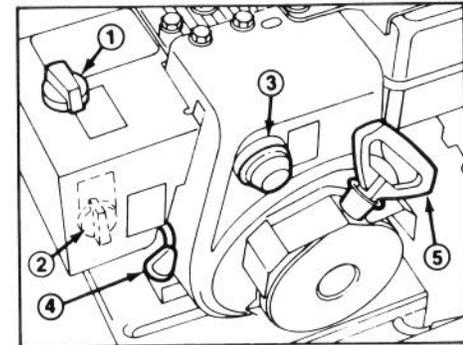

Figure 15
Commande des gaz (Fig. 15) — En tirant la manette vers le haut, vous augmenterez le régime du moteur.
Étrangleur (Fig. 15) — L'étrangleur pour le moteur est situé sur la boîte de chauffage. Pour mettre en marche un moteur froid, faites tourner l'étrangleur en position "PLEIN étrangleur". Au fur et à mesure que le moteur se réchauffe ramenez petit à petit la manette en position ARRÊT.
Amorceur (Fig. 15) — Appuyez sur l'amorceur qui projette une petite quantité d'essence dans le moteur pour faciliter la mise en marche par temps froid.
Démarreur à rappel (Fig. 15) — Le démarreur à rappel se trouve à l'arrière du moteur. Il suffit de le tirer pour mettre le moteur en marche.
A. Enlevez les vis Phillips et la vis à tête hexagonale qui maintiennent la boîte de chauffage en place. Tirez sur le bouton de l'étrangleur pour l'enlever de la tige (Fig 15).
2. Mettez la commande des gaz en position RAPIDE (fast) (Fig. 15).
4. Faites tourner l'étrangleur en position "PLEIN étrangleur" (Fig. 15).
6. Appuyez sur l'amorceur (Fig. 15) cinq fois.
7. Saisissez la poignée du démarreur à rappel (Fig. 15) et tirez-la lentement jusqu'à ce que vous sentiez une prise ferme. Tirez alors vigoureusement pour mettre le moteur en marche. Retenez fermement la poignée du démarreur et laissez-la revenir lentement.
8. Une fois le moteur en marche, tournez immédiatement la manette d'étrangleur (Fig. 15) aux 3/4 de sa course. Au fur et à mesure que le moteur se réchauffe, tournez la manette à moitié de sa course, puis en position ARRÊT. Si le moteur hésite, ramenez l'étrangleur à la moitié de sa course. Quand le moteur est suffisamment réchauffé, tournez la manette en position ARRÊT.
1. Mettez la commande de traction et la commande de tarière (Fig. 15) en position débrayée.
2. Ramenez la manette des gaz en position lente (slow) et tournez la clé d'allumage en position d'ARRÊT (Off) (Fig. 15).